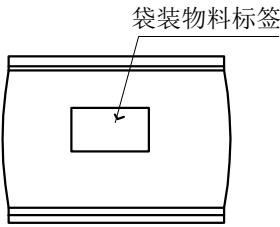

图2
- 1: 如图2，袋装后贴上物料标签，每小袋装400pcs。